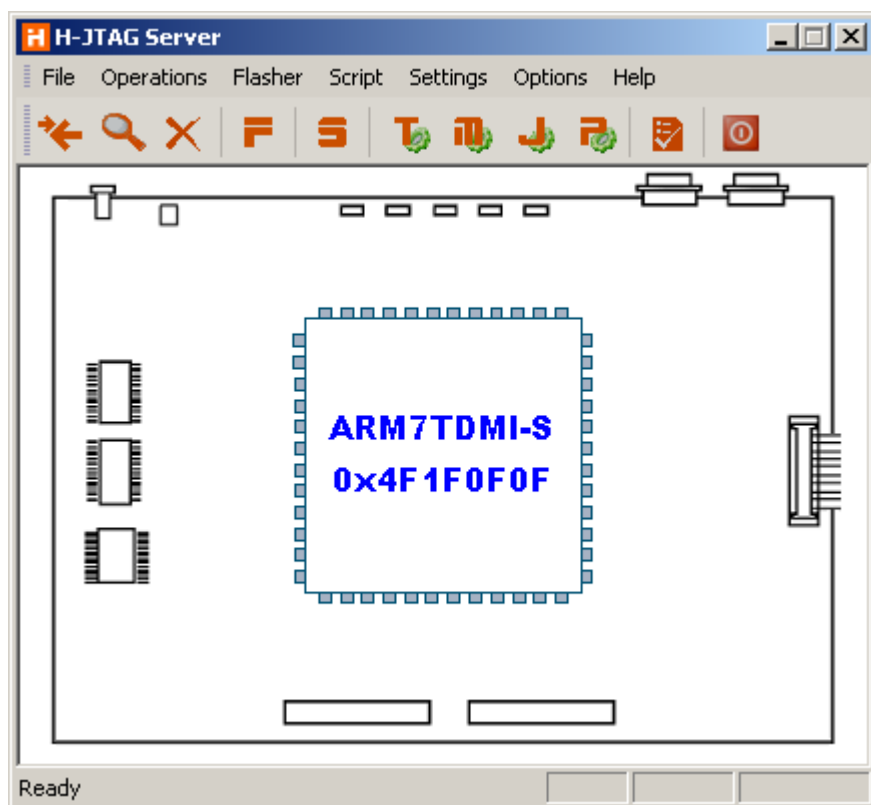

图 3.3 H-JTAG Server 启动
3. 启动 H-JTAG Server 软件。在 H-JTAG Flash 软件主界面中, 选中 Flash Seletion 选项, 在右边列表中选择 NXP-LPC2103, 然后选择 Programing 项, 点击 Check 按钮。如图 3.3 所示。